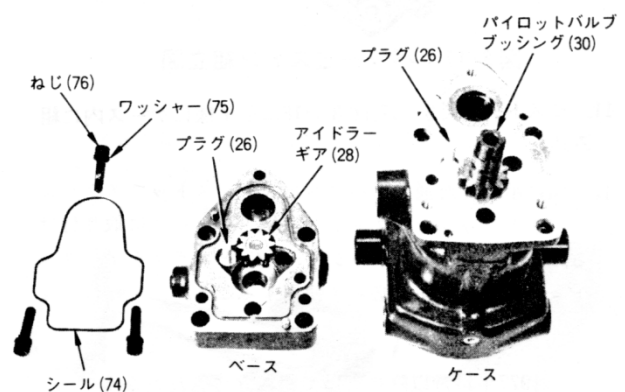

図3-15. ベースとケース組立図
9. ベースとケースを図3-15に示した部品とともに組立てる。ブッシング(30)をケースにアイドラーギア(28)をベースに挿入する。オイルシールリング(74)を平くて広い方をベースの溝に合せて置く。ベースとケースを3本のねじ(76)とワッシャー(75)で締める。パイロットバルブブッシングが軽く動くか調べる。もし固ければベースをゆるめ、歯車が自由に動くのを確かめた後再び締める。